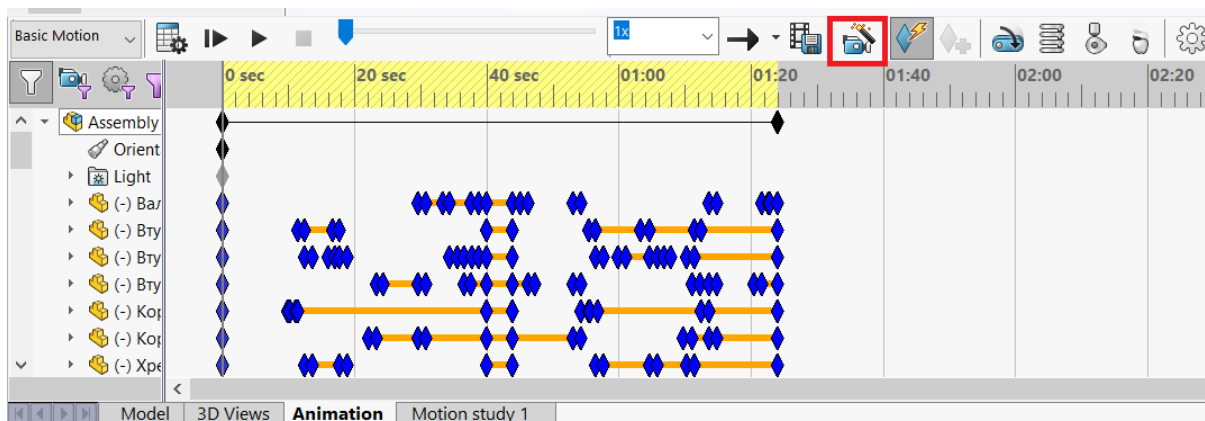

Рисунок 8.9 – Інструменти розділу анімації
В новому діалоговому вікні розміщено інструменти для створення анімацій (рис. 8.9), як і в випадку з створенням вигляду з рознесеними елементами, анімації можливо створювати кількома способами:
- 2) власноруч, використовуючи інструменти розділу анімації (рис. 8.9) керувати рухом кожного елемента, створюючи та переміщуючи «ключі» по часовій шкалі. У цьому випадку значно зростає час створення анімації, проте є можливість повного налаштування всіх параметрів.